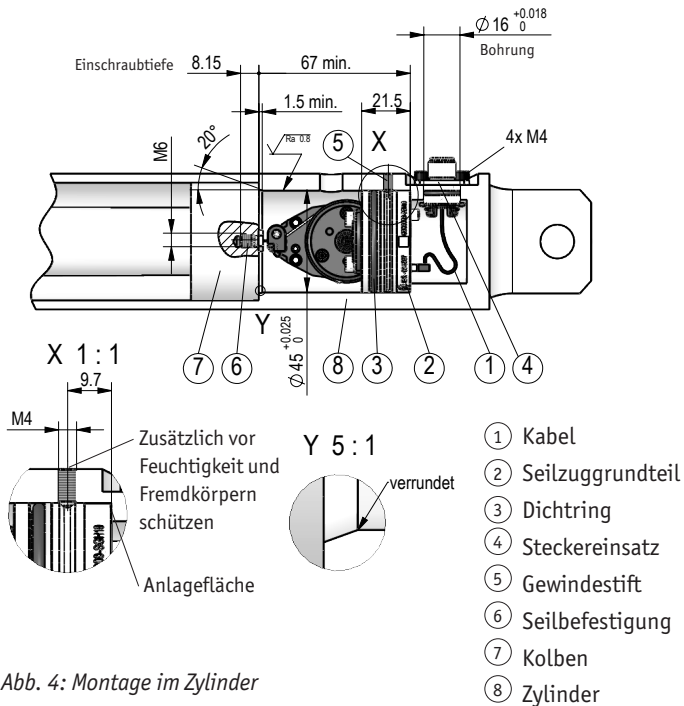

Abb. 4: Montage im Zylinder
Montage (Abb. 4):
1. Das Kabel ① (z.B. KV1H) ohne Flanschgehäuse am Seilzuggrundteil ② vom SGH10 einstecken. Das Kabel ① (z.B. KV1H) sollte beim Einbau in die Richtung des Kabelausganges vom Zylinderunterteil zeigen.
2. Der SGH10 wird mit eingefettetem Dichtring ③ vorsichtig in das Zylinderunterteil gepresst. Es muss darauf geachtet werden, dass der Steckereinsatz ④ und das Kabel nicht eingeklemmt werden, sondern das der Steckereinsatz durch den Steckerausgang am Zylinderunterteil nach außen gezogen wird. Der Steckereinsatz wird mit dem Flanschgehäuse incl. gefettetem O-Ring gefügt und 4x an der vorgesehenen Stelle verschraubt. Die Axialsicherung kann, wie in Abb. 4 dargestellt, mit einem Gewindestift ⑤ erfolgen. Den Gewindestift erst leicht anziehen (ca. 0.5Nm) und anschließend wieder ca. 0.5 Umdrehungen zurückdrehen. Der Gewindestift muss je nach Umgebungsbedingung abgedichtet werden.
Nähere Informationen zum Einbau finden Sie im Kapitel 4.1 \(Abb. 4\)